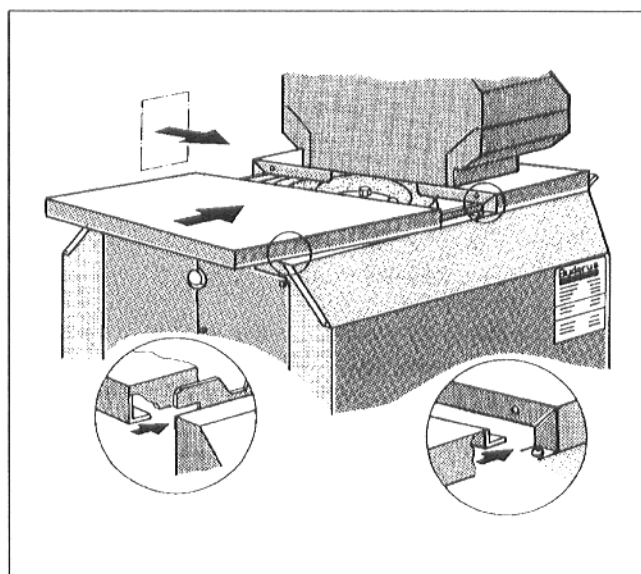

Fig. 30
- Poser la jaquette supérieure arrière de la chaudière sur le haut des panneaux latéraux droit et gauche et faire glisser le replis courbé vers le haut sous le capot avant de la chaudière (Fig. 30).
- Faire glisser le replis arrière, à droite et à gauche, dans la fente du panneau latéral (Fig. 30).
- Coller la deuxième plaque signalétique sur le panneau latéral droit ou gauche en fonction de l'emplacement de la chaudière (Fig. 30).